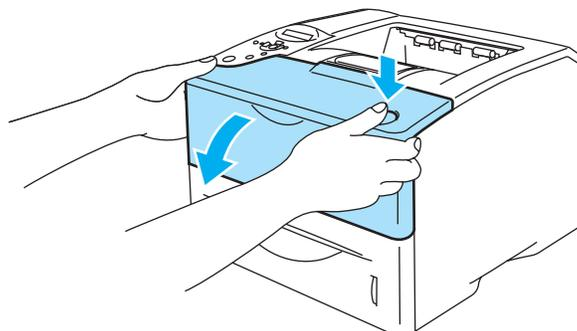

Figura 6-9
- Para evitar que se produzcan daños en la impresora por electricidad estática, no toque los electrodos que se muestran en la figura 6-9.